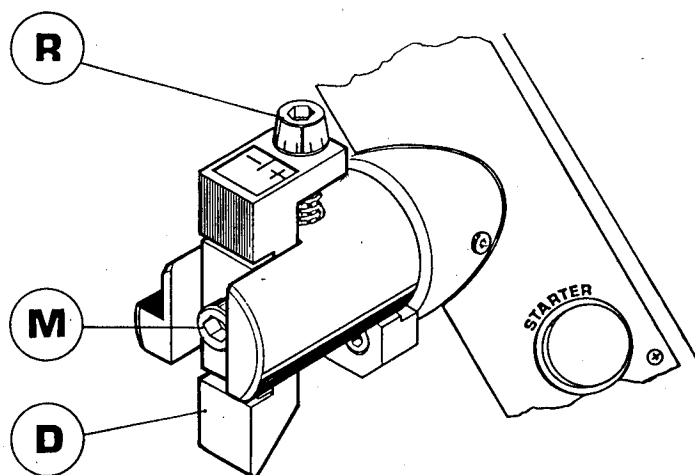

Fig. 16
Svitare completamente la vite (M), (fig. 16) e la vite graduata (R) fino a liberare il tastatore (D).
Completely unscrew screw (M), (fig. 16), and the graduated screw (R) until the tracer point (D) is free.
Dévisser complètement la vis (M), (fig. 16) et la vis graduée (R) jusqu'à ce que le tâteur soit complètement libéré.
Die Schraube (M), (Abb. 16) und die Skalenschraube (R) ganz entfernen, bis der Taster frei ist (D).
Destornillar completamente el tornillo M (fig. 16) y la rosca graduada (R) hasta sacar el palpador (D).